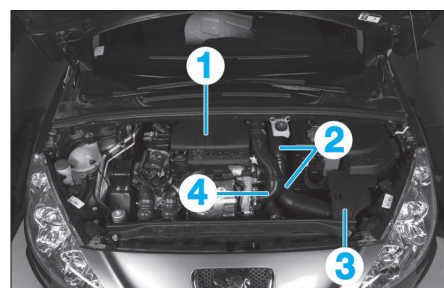

Fig. 56
- le cache moteur (1) (Fig.56),
- les deux parties du conduit d'entrée d'air (2),
- la buse d'entrée d'air (3),
- la conduite d'entrée d'air du turbocompresseur (4),